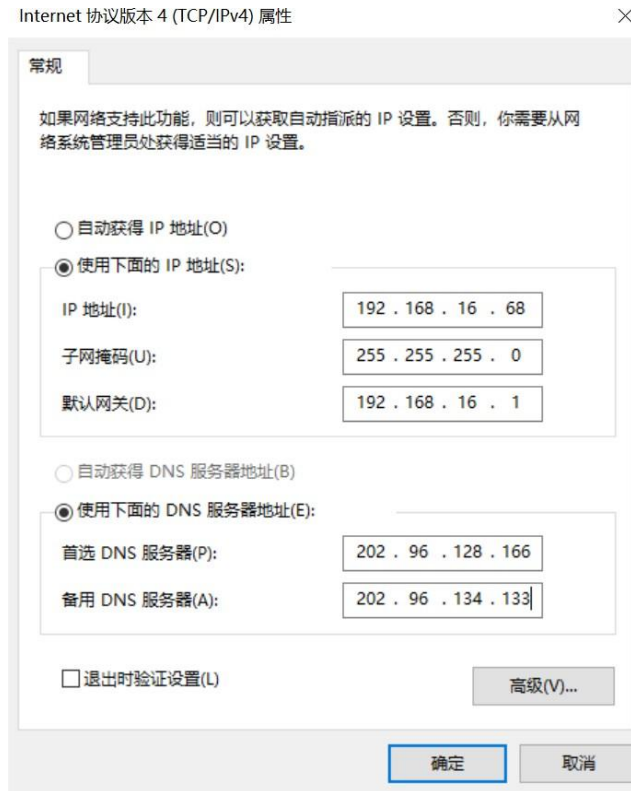

图2-3 PC 网口 IP 配置
1. 打开电脑上的控制面板，依次点击网络和 Internet>网络和共享中心>更改适配器配置，选择对应的网卡，建议将 PC 的网口配置成使用静态 IP 地址，相较动态 IP 可缩短设备搜索时间，如图 2-3 所示。